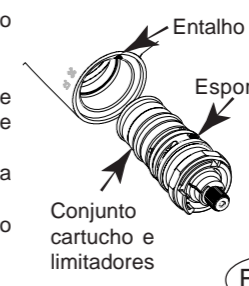

Fig. 8
- Empenhar o conjunto cartucho e limitadores no corpo, orientado o esporão com o entalho (fig. 8).
- Verificar que o traço negro seja correctamente alinhado com a ranhura (fig. 8).